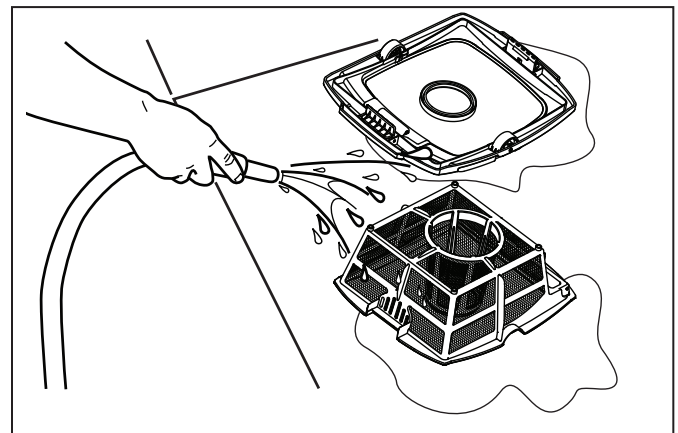

Figura 19. Enjuague el cartucho del filtro
5. Use una manguera con agua limpia para enjuagar el cartucho del filtro y la tapa, para remover la suciedad (vea la figura 19).